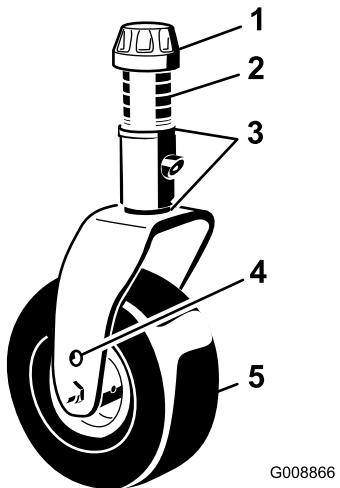
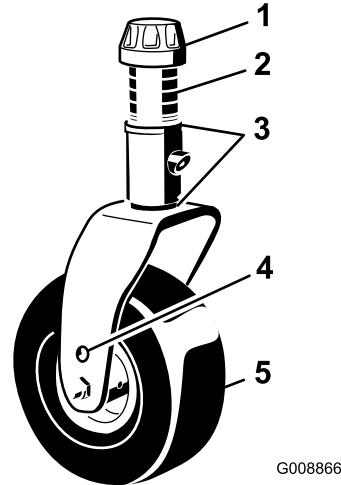
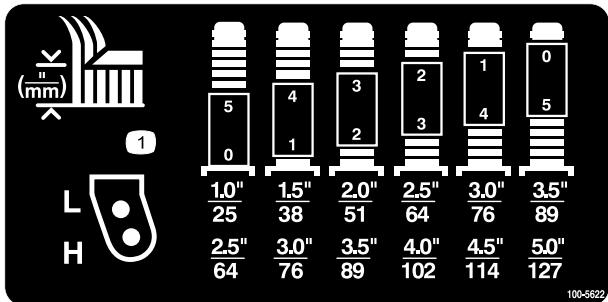

Figura 2
Figura 7
Figura 8
1. Retire los casquillos tensores de los ejes y retire los espaciadores y las arandelas de empuje (Figura 2).
2. Coloque espaciadores en el eje de la rueda giratoria hasta obtener la altura de corte deseada; consulte Figura 7 y Figura 8 para determinar la combinación de espaciadores necesaria. Coloque una arandela de empuje en el eje, y pase la rueda giratoria por el brazo de la rueda giratoria. Instale otra arandela de empuje y los espaciadores restantes en el eje e instale el casquillo tensor para fijar el conjunto (Figura 2).
2. Coloque los ejes de las ruedas giratorias en el mismo taladro en ambas horquillas. Consulte en Figura 7 y Figura 8 los taladros correctos para cada altura.
3. Retire el casquillo tensor del eje (Figura 7) y deslice el eje fuera del brazo de la rueda giratoria. Coloque los 2 suplementos (1/8 pulgada) en el eje de la misma forma que en la instalación original. Estos suplementos son necesarios para obtener el mismo nivel en toda la anchura de las unidades de corte. Coloque el número adecuado de espaciadores de 13 mm (consulte la tabla siguiente) en el eje para conseguir la altura de corte deseada, luego coloque la arandela en el eje.
Consulte en Figura 7 y Figura 8 las combinaciones de espaciadores para cada ajuste.